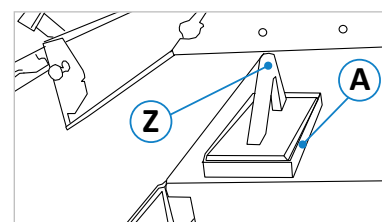

Figure 37 : bloc poussoir
- Pour le dégauchissage de pièces courtes, il faut utiliser le bloc poussoir (Z) fourni ou un bois coulissants.
- Lorsqu'il n'est pas utilisé, le bloc poussoir (comme illustré à la ⇒ Figure 37) doit être placé dans le compartiment (A) sur le socle de la machine.